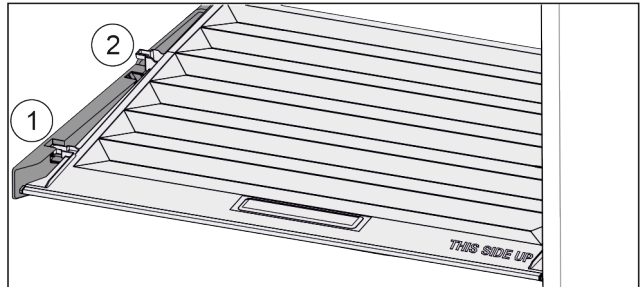

Fig. 68
- ▶ Издърпайте напред Fig. 68 (1) капака до отвора в задържащите части.
- ▶ Повдигнете го отзад отдолу и отстранете Fig. 68 (2) нагоре.